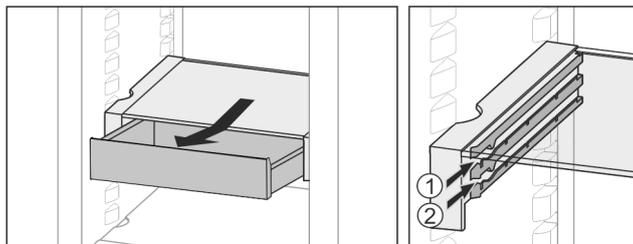

Fig. 29
- ▶ На любой высоте Fig. 29 (1) или Fig. 29 (2) вставить.